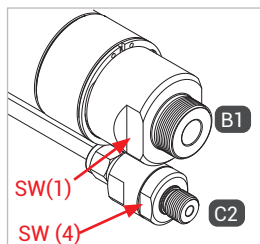
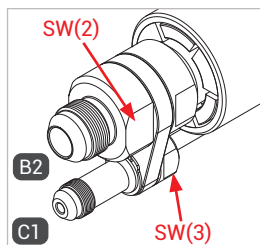

Figure 3
Figure 4
- ▶ Lors du montage du flexible de remplissage et de retour du gaz, de la conduite de fluide et de la conduite de retour du gaz aux raccords « B1 », « B2 », « C1 » et « C2 », exercez une contre-pression sur les méplats SW(1), SW(2), SW(3) et SW(4) (*Figure 3* et *Figure 4*) avec une clé à fourche.
- ▶ Connectez hermétiquement l'entrée fluide « B1 » à la conduite de fluide de la station-service (*Figure 3*). Voir le tableau ci-dessous pour les couples de serrage.
- ▶ Connectez hermétiquement la conduite de retour du gaz « C2 » à la conduite de retour du gaz de la station-service (*Figure 3*). Voir le tableau ci-dessous pour les couples de serrage.
- ▶ Raccordez hermétiquement la sortie fluide « B2 » au raccordement du flexible de remplissage (*Figure 4*). Voir le tableau ci-dessous pour les couples de serrage.
- ▶ Vissez hermétiquement la conduite de retour du gaz « C1 » à l'embout de raccordement du flexible de retour du gaz (*Figure 4*). Voir le tableau ci-dessous pour les couples de serrage.